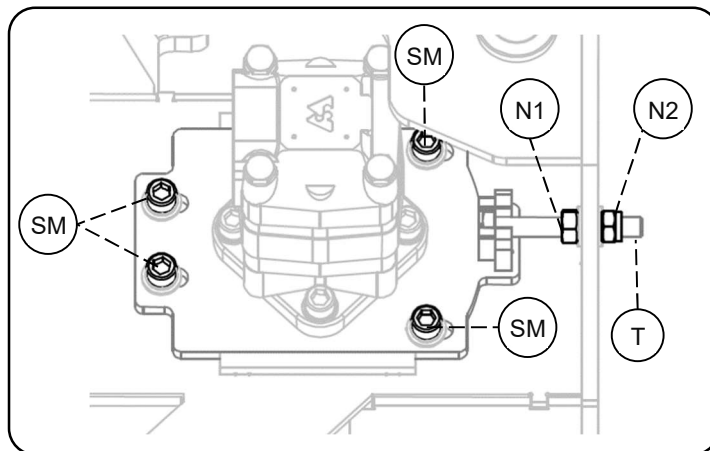

Bild.35
Steg 4, Bild.35: Skruva in kontramutter (N1) och håll fast mutter (N2).
Steg 5, Bild.35: Drag fast 4 st. skruvar (SM).